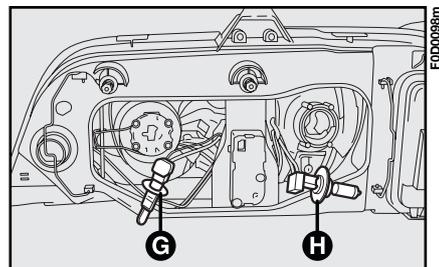

fig. 14
5) suelte los dos ganchos de fijación **D** o **F**-fig. 14 y saque la lámpara **G** o **H**-fig. 14.